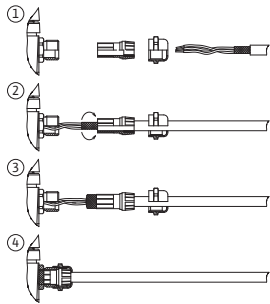

Fig. 25: Экранирование
Экран подсоединяется к кабельному вводу на электронном модуле. См. Fig. 25.
Кабели цифровых и аналоговых входов, а также для обмена данными по шине должны быть экранированы в области металлического кабельного ввода (Fig. 19, поз. 4, 5 и 6). Экранирование, см. Fig. 25.
1. Осторожно открыть фиксаторы (Fig. 25) инструментом (например, отверткой).